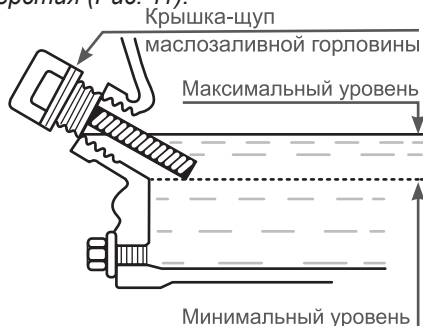

Рис. 11. Проверка уровня масла в картере
Максимальный уровень масла в картере соответствует нижней кромке заливного отверстия (Рис. 11).
5. При недостаточном уровне масла в картере необходимо долить чистое масло до верхней отметки на щупе, что соответствует нижней кромке заливного отверстия (Рис. 11).